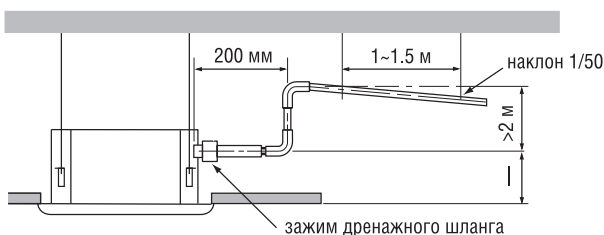

Рис. 29
- Если выходное отверстие дренажного шланга расположено выше, чем насос, шланг должен иметь вертикальный отрезок. Подъем шланга не должен превышать 20 см. иначе после выключения кондиционера конденсат будет затекать обратно в кондиционер (рис. 29).